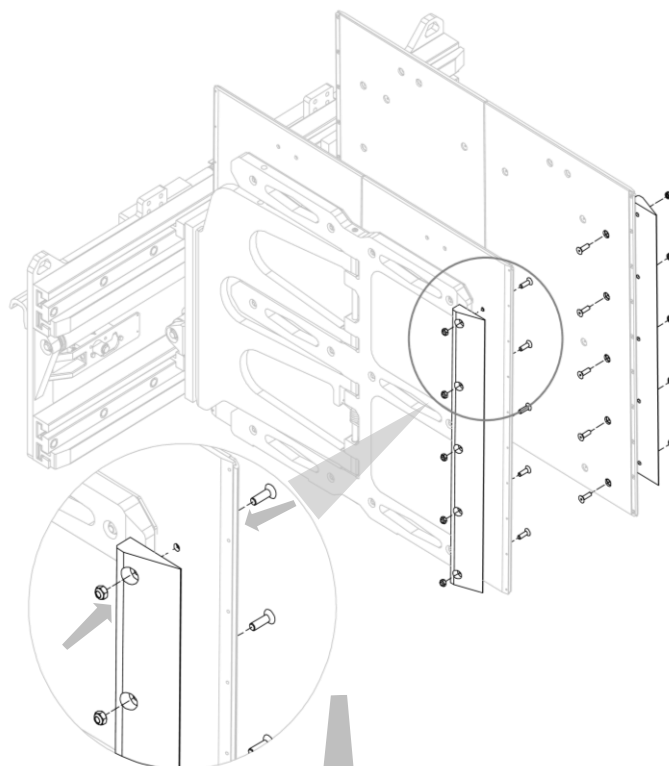
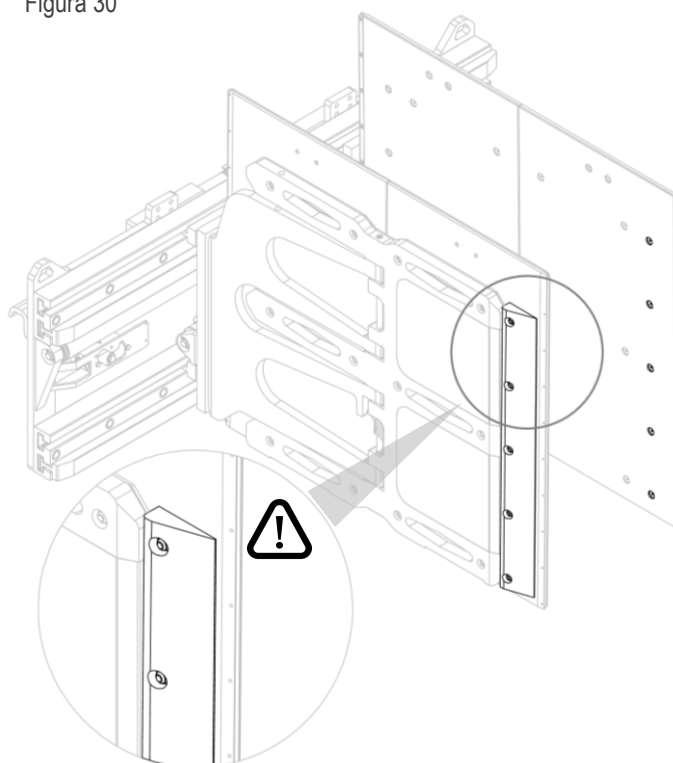

Figura 30
Figura 31
2. Installare le punte di protezione in Ertalon (vedi *Figura 30* e *Figura 31*).